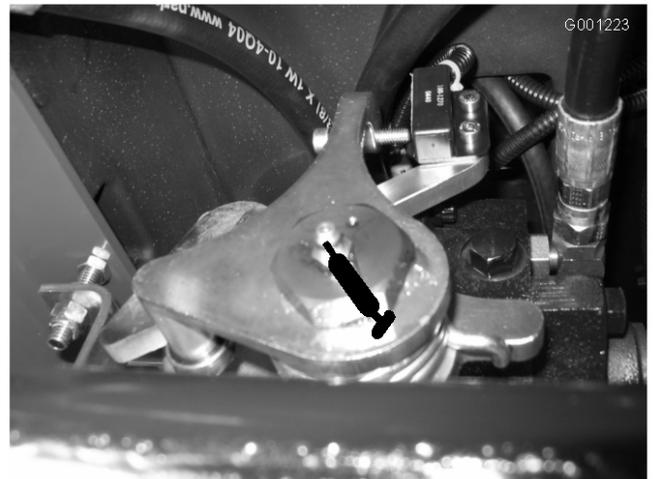

図 40
- ・ トランスミッションのニュートラル・シャフト (図 40)